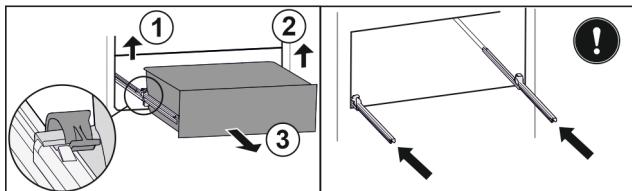

Fig. 118
- Nadvihnite ľavú svorku a súčasne tiahnite zásuvku vľavo dopredu. Fig. 118 (1)
- Nadvihnite pravú svorku a súčasne tiahnite zásuvku vpravo dopredu. Fig. 118 (2)
- Odoberte zásuvku dopredu. Fig. 118 (3)